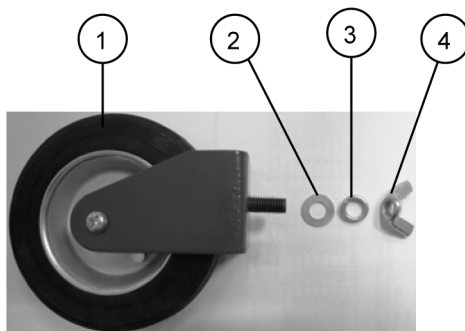

Рис. 3
4. Прикрутите к одной стойке колеса (1), используя шайбу (2) гровер-шайбу (3) и гайку-барашек (4) (Рис. 3);